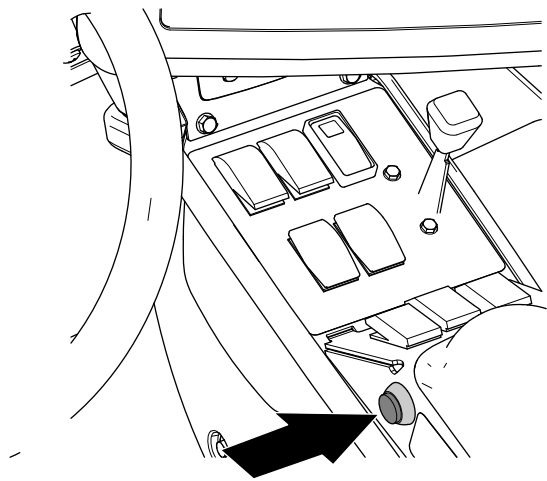

Figure 199
7. Sur la machine, placez la commande générale des sections à la position MARCHE (Figure 199)